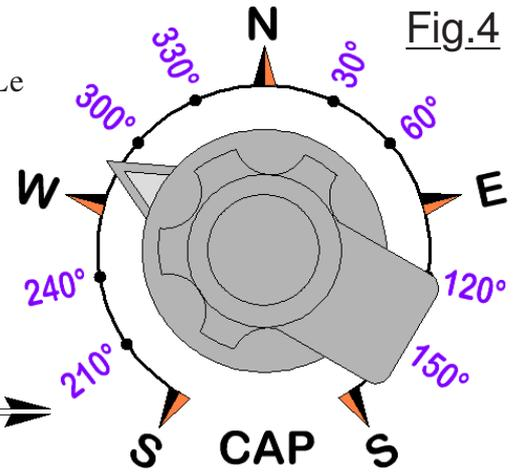
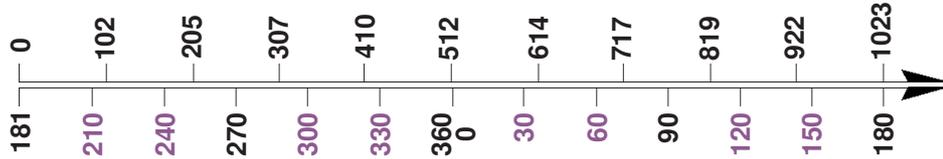

Fig.4
Fig.5
- Correction angulaire "du zéro" pour tenir compte de la non symétrie du palonnier. (*Voir Fig.4*)
**Correction de symétrie :** La croix servant de palonnier ne peut adopter sur l'arbre de sortie du servomoteur qu'un certain nombre de positions imposées par des cannelures. Comme montré sur la Fig.4, quand le servomoteur reçoit une consigne de "zéro", la croix peut présenter un décalage  $\alpha$  par rapport à l'axe longitudinal du moteur, donc un angle parasite par rapport à la symétrie de la barre quand la commande est au neutre. Pour compenser ce détail mécanique il suffit de retrancher systématiquement l'angle  $\alpha$  dans la consigne de positionnement du moteur.
Réaliser cette conversion n'est vraiment pas compliqué. Le potentiomètre utilisé sur l'une des entrées analogiques fournit une valeur comprise entre 0 et 1024 une fois la numérisation effectuée. Comme représenté sur la Fig.4, la rotation du bouton de commande se fait sur une échelle qui va de 181° à 180° en passant par 360°/0° à moitié course. On désire donc un traitement qui aboutit à la transposition de la Fig.5 donnée ci-dessous.
Imprimer les graduations comme représenté sur la Fig.4 suppose que le potentiomètre utilisé présente une variation réellement linéaire en fonction de la position angulaire de son "axe de commande". Mais comme montré sur la Fig.6A la réalité est bien différente, et c'est assez ennuyeux pour vérifier le comportement du programme car la consigne de CAP ne correspond pas à la valeur pointée par le bouton flèche. Deux solutions sont envisageables. On peut corriger le dessin des graduations comme montré sur la Fig.6A et réimprimer, mais ce n'est pas une solution esthétique. Le nord n'est plus "vers le haut" et surtout les graduations ont des espacements variables. On peut corriger les valeurs renvoyées par la procédure de saisie de la valeur du CAP. L'idée consiste comme montré sur la Fig.6B à compenser en partie par valeur moyenne de l'écart constaté, en procédant par secteurs avec la procédure ci-dessous.